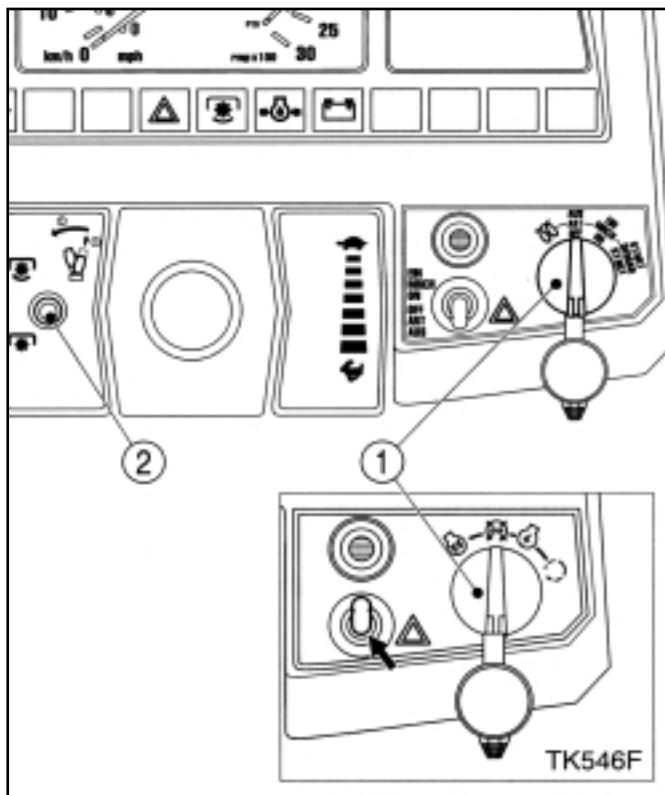

FIG. 37 / ABB. 37 / FIG. 37
2. Combinez les 2 pédales de frein (1) et poussez du pied sur le frein et mettez en même temps le frein à main (2).
3. Placez les leviers du changement de vitesse (3) au point mort.
4. Assurez-vous que le levier de la prise de force arrière (4) se trouve au point mort et que le contacteur (2) de la prise de force (voir Fig. 37) est dans la position ARR.
5. Enfoncez à fond la pédale d'embrayage principale (5) pour débrayer, excepté sur la version HST.
8. Placez les leviers (6) de l'attelage à la position la plus basse.
9. Tournez le démarreur (1) dans la Fig. 37 dans la position de préchauffage pendant 5 à 10 secondes.
11. Tournez le démarreur (1) dans la Fig. 37 vers la position MRCH pour 1 à 2 secondes et tournez-le ensuite dans la position DEMAR. Relâchez le démarreur dès que le moteur tourne.
2. Die Bremspedale (1) mit dem Riegel verbinden und kräftig drücken. Die Handbremse (2) anziehen.
3. Den Wählbereichs- und den Ganghebel (3) beide in die Leerlaufstellung bringen.
4. Sicherstellen, daß sich der Heckzapfwellenhebel (4) in der Leerlaufposition befindet und der Zapfwellenschalter gemäß Abb. 37 auf AUS (2) gestellt ist.
5. Das Haupt-Kupplungspedal (5) ganz durchdrücken, um die Kupplung auszurücken (für HST-Version nicht zutreffend).
8. Positions- und Zugregelungshebel (6) für das Heckhubwerk in die Absenkposition bringen.
9. Den Zündschalter (1) gemäß Abb. 37 links für 5 - 10 Sekunden auf VORGLÜHEN drehen, bis sich die Anzeigeleuchte einschaltet.
11. Den Zündschalter (1) in Abb. 37 für 1 - 2 Sekunden auf EIN und dann auf "START" drehen. Wenn der Motor anspringt, den Schalter loslassen.
2. Maak de rempedalen (1) aan elkaar vast, druk ze hard in en trek de handrem (2) aan.
3. Zet de hendel voor de groepenschakeling en de versnellingshendel (3) in de vrijstand.
4. Zet de hendel voor de achteraftakas (4) in de vrijstand en de PTO-schakelaar in de OFF stand (2) in Fig.37.
5. Druk de hoofdkoppelingspedaal (5) volledig in om te ontkoppelen, behalve bij het HST-model.
8. Zet de hendels voor de positieregeling en de trekkracht (6) (van de driepuntshefinrichting) in de neerwaartse stand.
9. Draai de contactsleutel (1) in Fig.37 naar links (VOORGLOEIEN-stand) totdat het verklikkerlampje na 5 - 10 seconden brandt.
11. Draai de contactsleutel (1) in Fig.37 naar de ON-stand gedurende 1 - 2 seconden, en draai hem dan in de START -stand. Laat de knop los zodra de motor start.